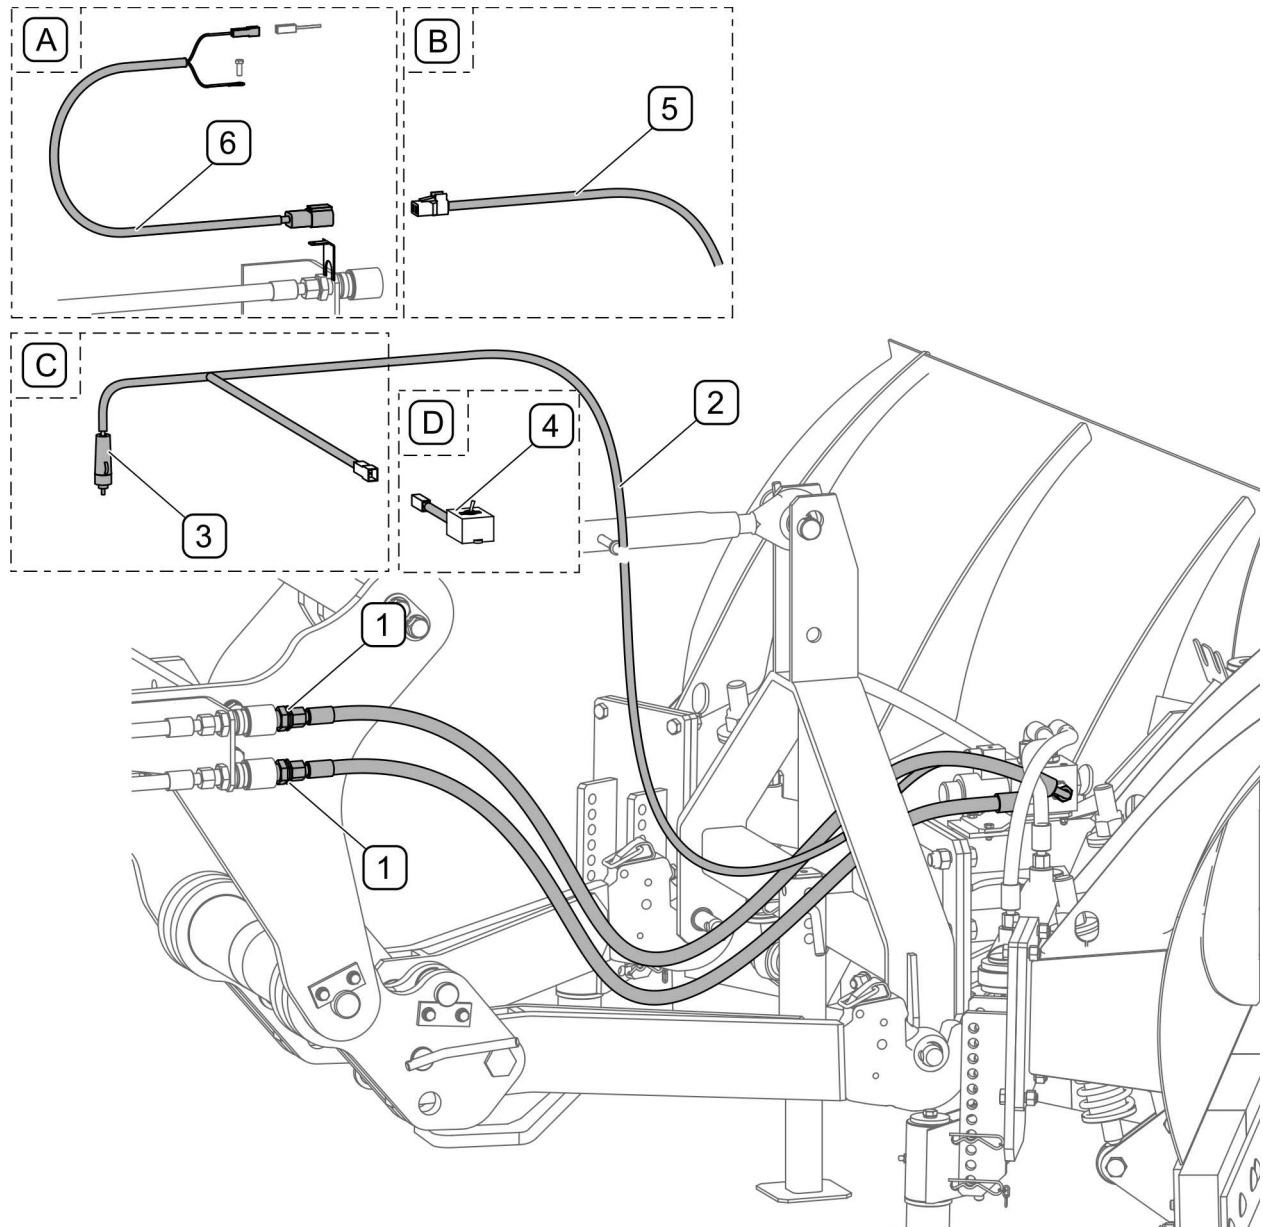

РИСУНОК 4.5 Підключення гідравлічної і електричної системи до трактора
Гідравлічні штекери (1) системи керування відвалом необхідно під'єднати до гнізд зовнішньої гідравліки трактора (РИСУНОК 4.5). Під час під'єднання гідравлічних проводів до трактора необхідно звернути увагу на те, щоб вони були прокладені без перегинів і перекручувань, а також були захищені від пошкоджень.